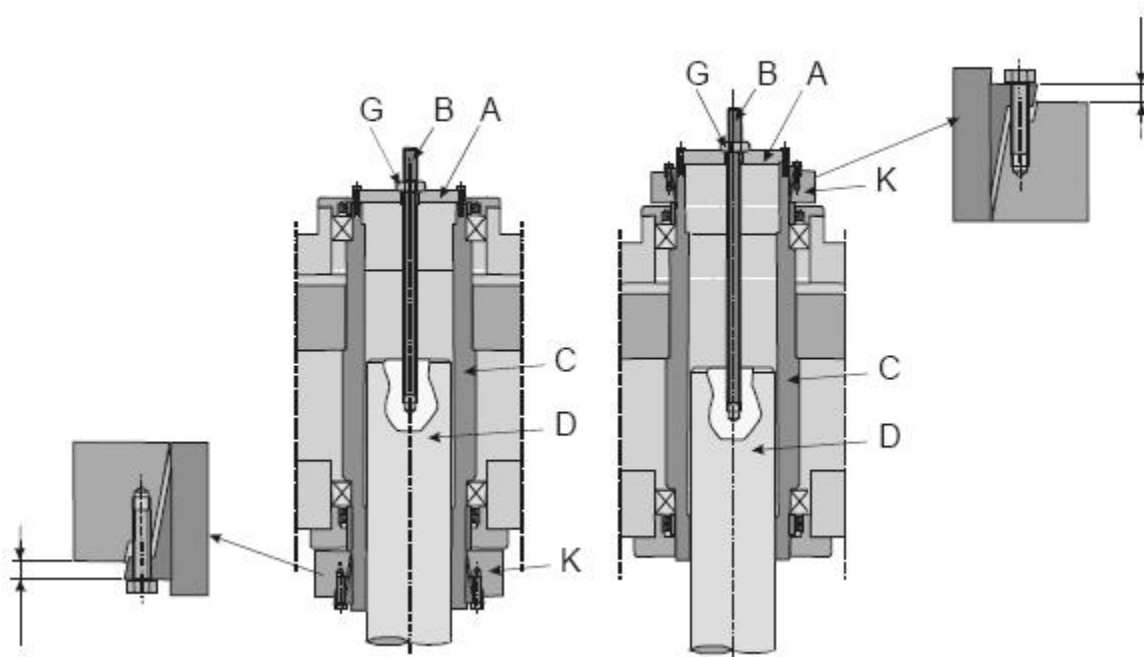

Рис. 2. Два варианта монтажа с помощью усадочного диска.
При установке зубчатого механизма на валу применяется торцевая крышка (А) и необходимые крепежные винты (В) (рис. 2). Количество и типоразмеры винтов, применяемые при монтаже, указаны на размерном чертеже узла.
В завершение снимаются крепежные винты (B), вал фиксируется на усадочном диске (K) и крышка (F) устанавливается на свое место (рис. 2 и 3).